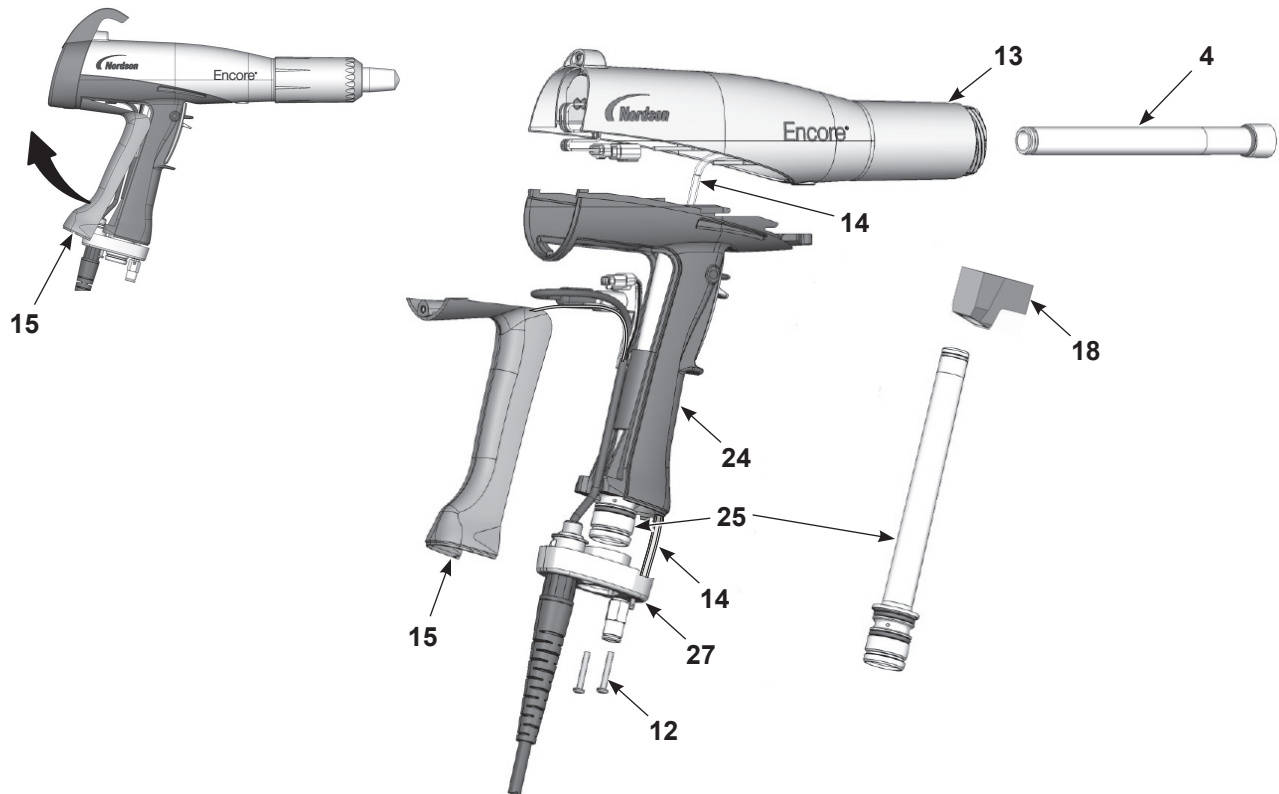

Figure 6-4 Remplacement du trajet de poudre
1. Voir la Figure 6-4. Retirer le raccord coudé (18) du tube d'entrée (25).
2. Enlever les deux vis M3 x 20 (12) de la base de la poignée (27). Tirer sur la base pour l'éloigner de la poignée, pivoter le bas de pastille de terre (15) vers le haut et en l'éloignant de la poignée, puis la retirer. Laisser le fil de terre branché à la pastille de terre.
3. Pousser le tube d'entrée (25) vers le haut et hors de la base, puis écartar la base et tirer le tube d'entrée hors de la poignée.
4. Pousser le tube de sortie (4) hors de l'avant du corps du pistolet (13).
1. Voir la Figure 6-4. Monter le tube de sortie (4) dans le corps du pistolet (13), avec l'extrémité du tube à fleur avec l'extrémité du pistolet.
2. Monter le tube d'entrée (25) dans la poignée (24), puis installer l'extrémité du tube dans la base de la poignée (27).
3. Pousser la base de la poignée pour la rapprocher de la poignée, puis accrocher l'extrémité supérieure de pastille de terre (15) dans le corps et la faire pivoter dans la poignée. Veiller à ne pas coincer ou écraser les fils du câble pendant le remontage.
4. Monter la base de la poignée sur la poignée et la pastille de terre et la fixer avec les deux vis M3 x 20 (12).